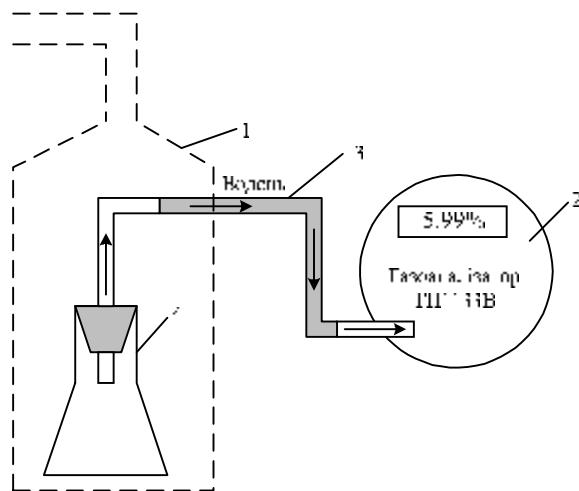

Рисунок 1 – Схема лабораторного стенду
Опис лабораторного стенду. На лабораторному стенду (рис.1) розташовані: витяжна шафа (1), промисловий газоаналізатор ТП 1133 В (2), який за допомогою гнучкого гумового шлангу (3) приєднується до колби (4) в якій внаслідок хімічної реакції $H_2SO_4 + Zn = ZnSO_4 + H_2$ утворюється водень. Зміна концентрації сірчаної кислоти додаванням води згідно з інструкцією за загальним правилом (*Додавати кислоту в воду, а не навпаки!*).